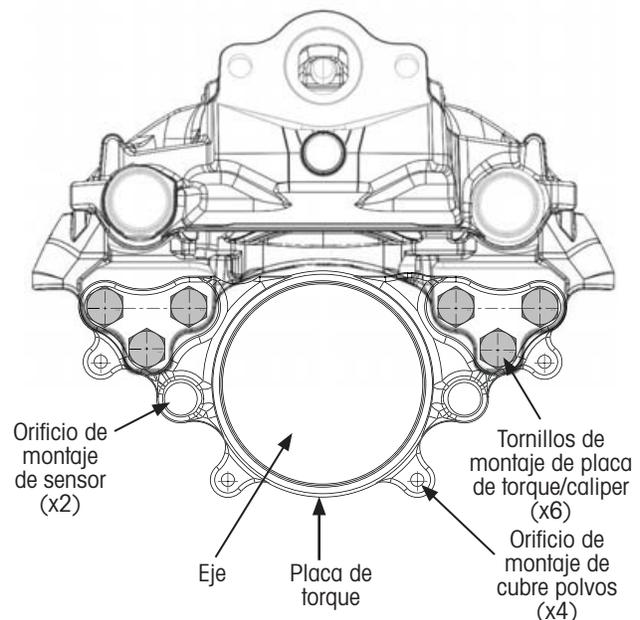

Figura 38: Freno de disco montado a la placa de torque.
4. **Remueva** los tornillos de montaje de la placa de torque (Figura 38).
4. **Apriete** los tornillos (Figura 38) según las especificaciones en T71004 Montaje de Rotor ADB (estilo U) y Caliper o APÉNDICE A: TAMAÑO DE LLAVE Y TORQUES DE APRIETE en la página 36, punto III.